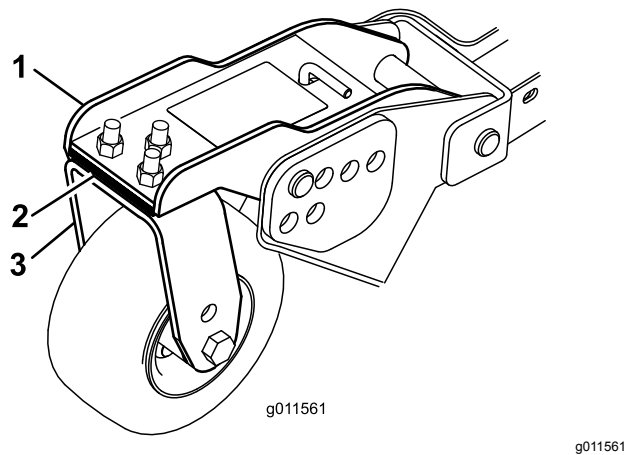

Figure 35
Tournez la lame sur chaque axe pour la diriger dans le sens longitudinal. Mesurez et notez la distance entre le sol et la pointe avant du tranchant. Ajoutez ou retirez des cales sur le ou les bras de roue pivotante avant pour faire correspondre la hauteur de coupe à celle indiquée sur l'autocollant (Figure 35). Pour l'axe de la lame extérieure seulement, voir Réglage de l'inclinaison du plateau de coupe \(page 69\).
3. Si le bord intérieur du plateau de coupe latéral est trop élevé par rapport au bord extérieur du plateau de coupe avant, retirez une cale au bas du bras de la roue pivotante intérieure avant du plateau latéral (Figure 35).